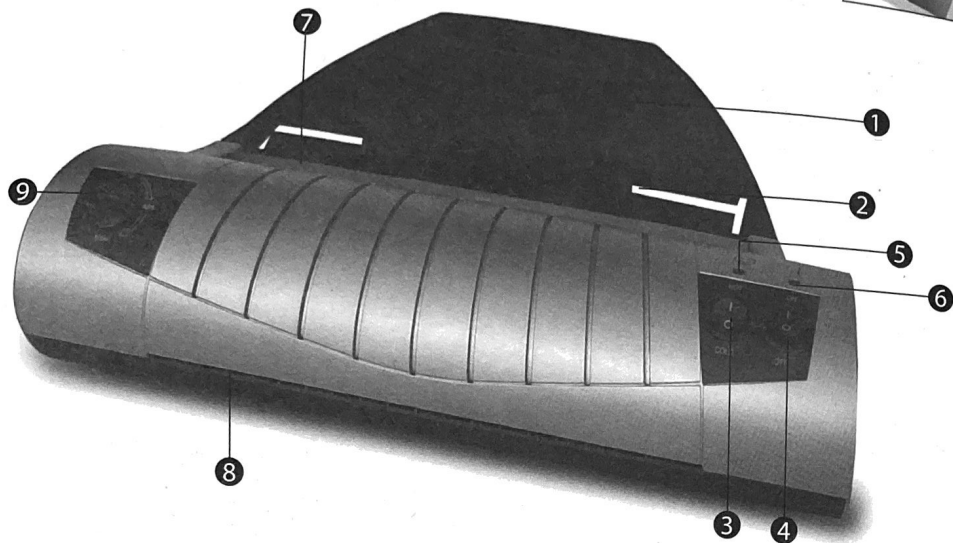

Abb. 1
6. Vorbereitung zur Laminierung (Abb. 1)